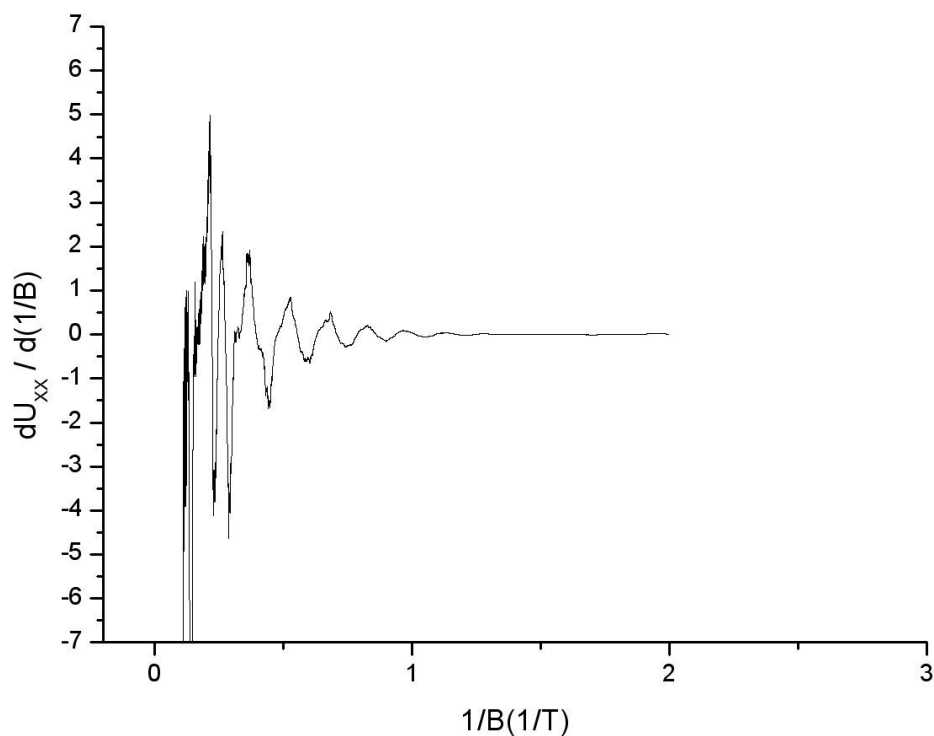

Abb.8: $\langle U_{xx} \rangle$ nach dem Differenzieren.
2. Ein weiteres Problem ergibt sich aus dem nicht oszillierenden Anteil des Magnetowiderstands in $U_{xx}(1/B)$. Dieser würde bei einer Fourieranalyse zu einem Hintergrund von Fourierkomponenten führen. Man kann diesen unerwünschten Beitrag unterdrücken, indem man die Auftragung $U_{xx}(1/B)$ differenziert. Unter dem Menü Analysis und dem Menüpunkt Calculus findet man die Differentiate-Funktion. Das Ergebnis der Differentiation ist in Abb.8 wiedergegeben.